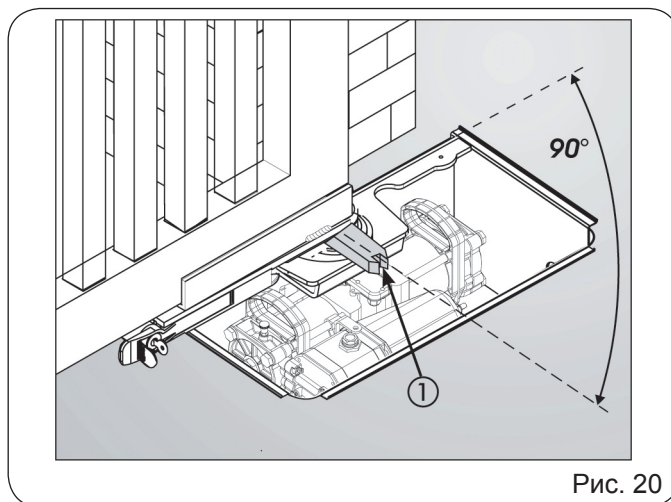

Рис. 20
- 12) Переведите отключенные ворота в открытое положение, проверяя, чтобы отключенная часть, отсоединенная от ворот, **оставалась в положении закрытых ворот**, как показано на рис. 20, позиция 1.